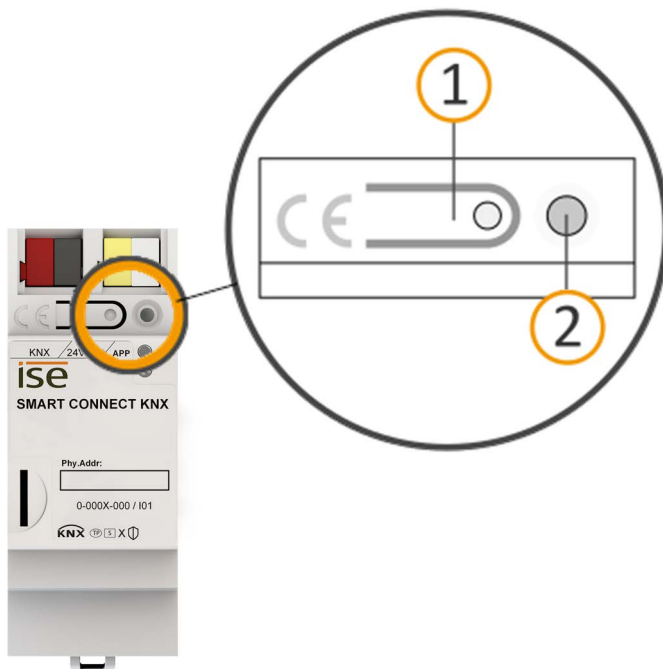

Abbildung 22: Programmierung
1. Drücken Sie kurz die Programmier­taste (siehe Abbildung 22, Pos. 1). Die Programmier-LED (siehe Abbildung 22, Pos. 2) leuchtet rot.
1. Drücken Sie die Programmier­taste (siehe Abbildung 22, Pos. 1) und halten Sie diese weiter gedrückt, während Sie die Spannungsanschlussklemme aufstecken.